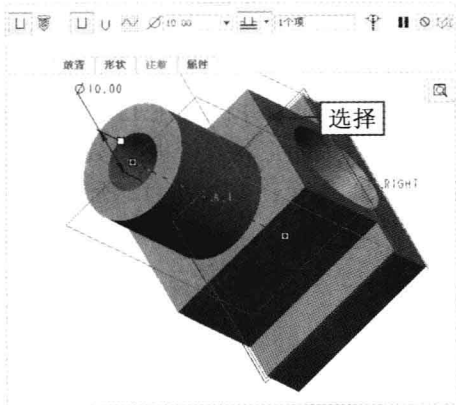

图 16-9 选择 FRONT 基准平面
Step 08 在“输入钻孔的直径值”数值框中输入 10,设置钻孔方式为“到指定”,并在绘图区选择 FRONT 基准平面,如图 16-9 所示。